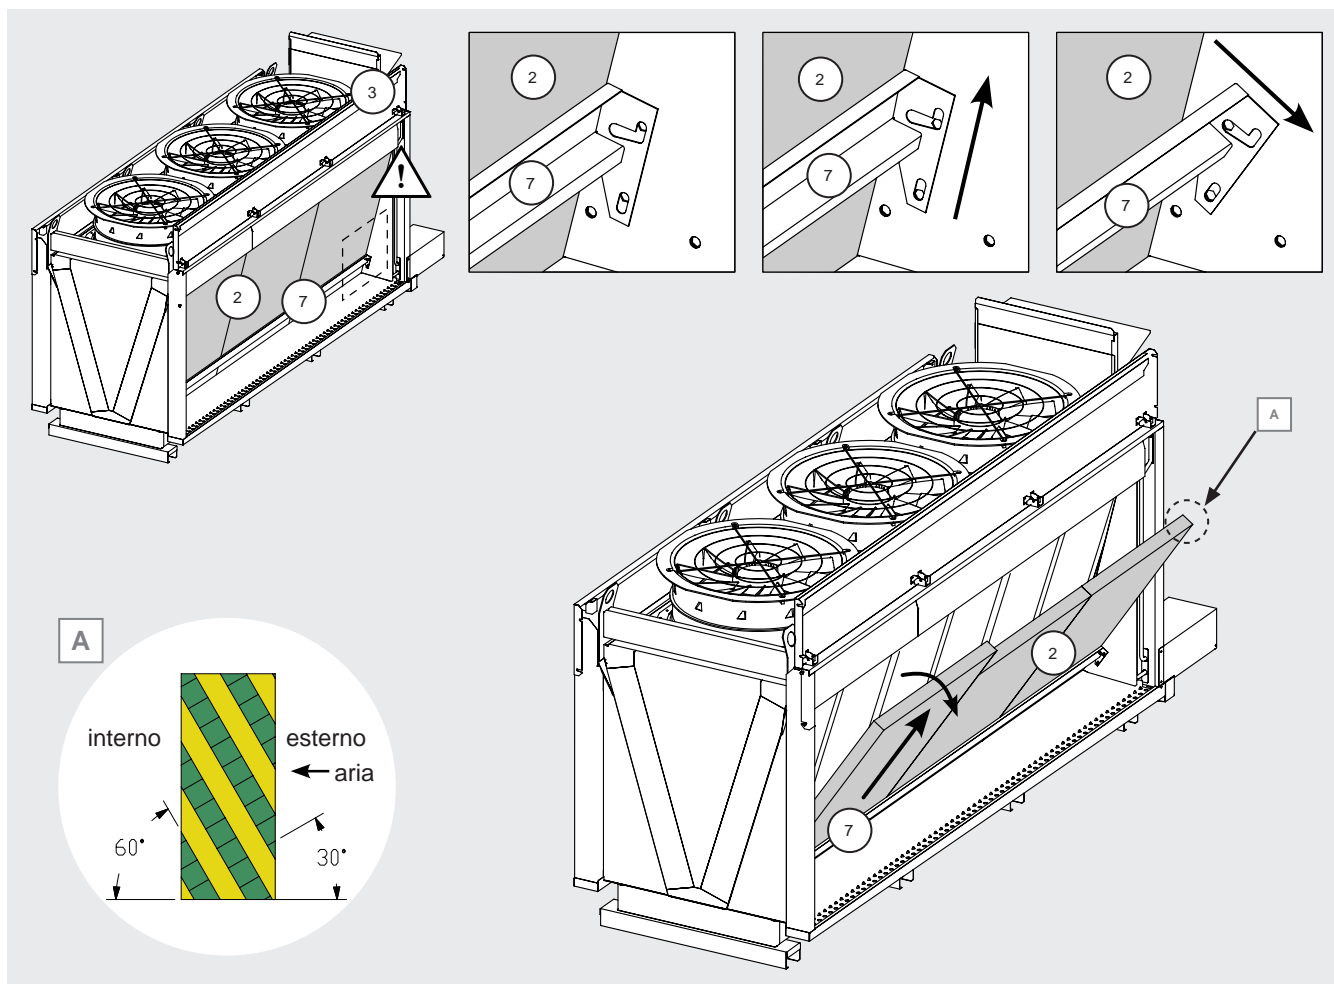

Figura 25
- 12.11.23 Tirare il traverso (7) verso l'alto e quindi verso l'esterno, facendolo ruotare. Prestare attenzione: questo farà inclinare il pannello di cartone (2). Vedi Figura 25.
- 12.11.26 Prestare attenzione al verso di installazione dei pannelli. Si veda la Figura 25 A.